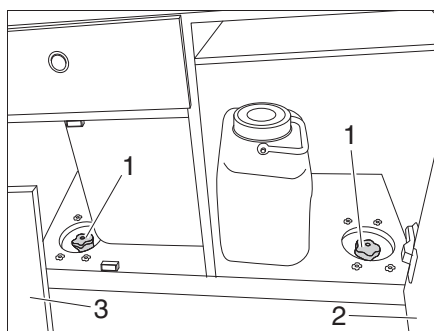

Fig. 56 Sbloccaggio delle viti a croce
- Aprire la porta dell'armadio (Fig. 56,2) e lo sportello (Fig. 56,3).
- Afferrare per le 2 aperture e sbloccare le viti a croce (Fig. 56,1).